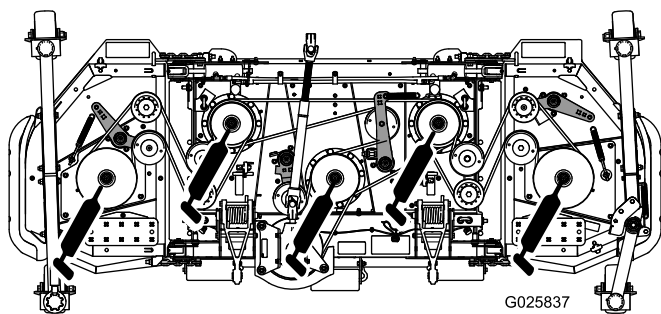

Figura 17
- Cuscinetti dell'asse del perno (5) (Figura 17)